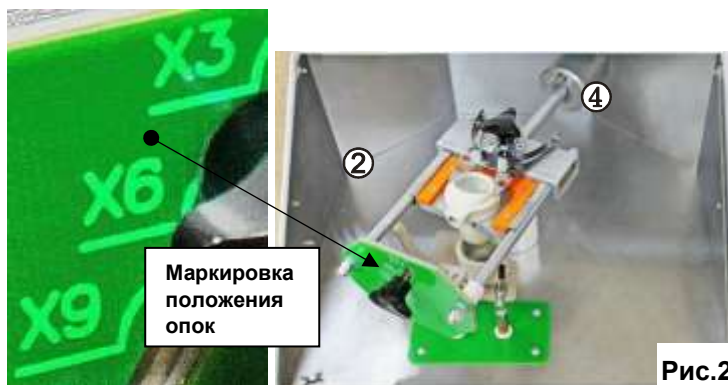

Рис.1
4.1 Основные конструктивные элементы (рис.1, 2)